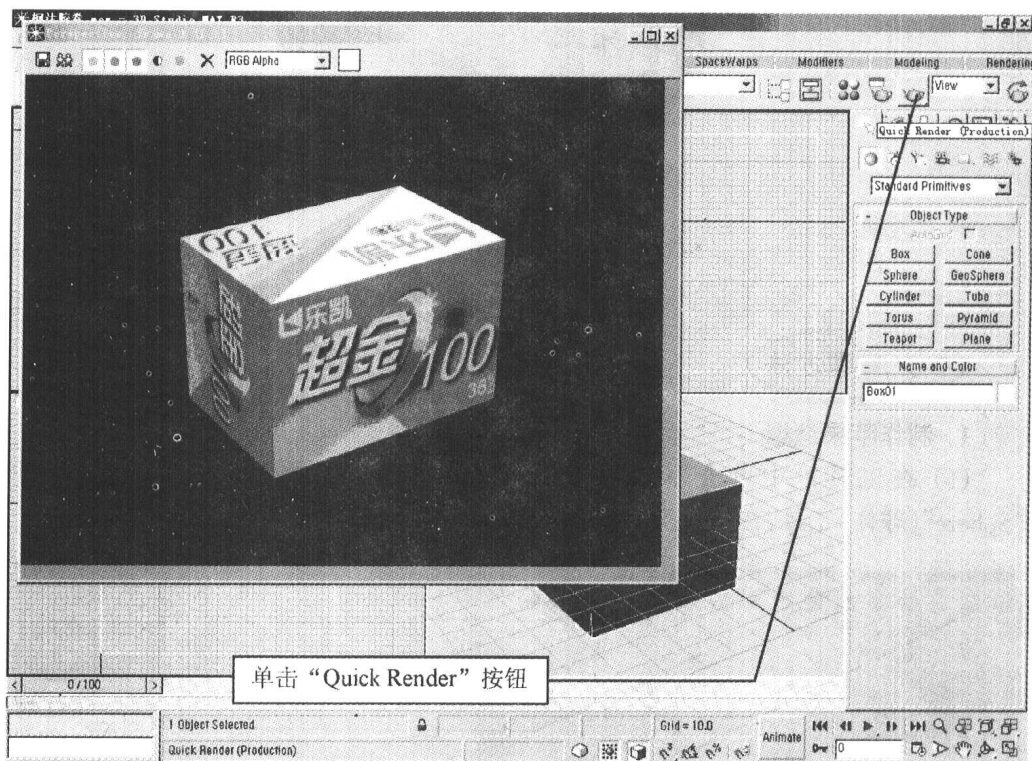

图 1-1-22
(24) 在“Perspective”(透视)视图区中单击鼠标右键,使其成为当前视图。单击工具栏中的“Quick Render”(快速渲染成品)按钮,如图1-1-22,对视图进行着色渲染,这时我们看到出现了一个渲染窗口,其中显示出了一个乐凯胶卷的包装盒。
(25) 单击“渲染”窗口右上角的“关闭”按钮,关闭渲染窗口。然后单击“File”(文件)→“Save”(保存)菜单命令,保存文件,这样一个胶卷包装就制作完成了。